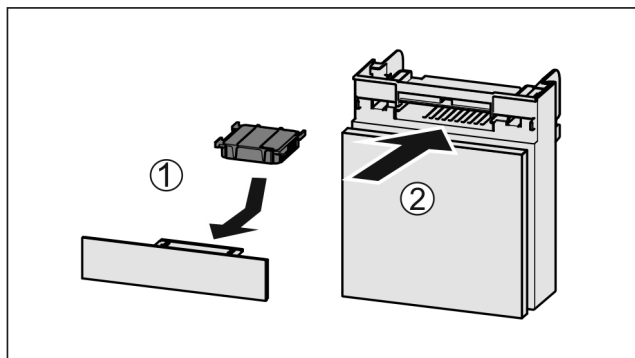

Fig. 110
- Inserire il vano Fig. 110 (2).